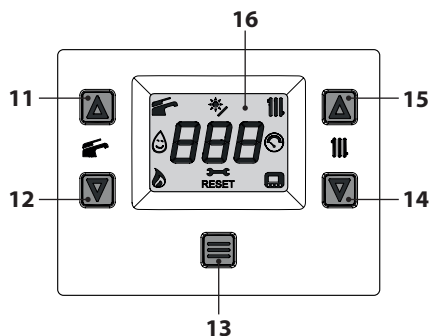
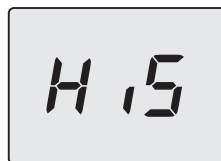
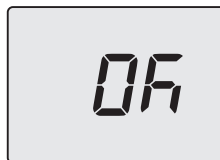

Figura 5.55
Figura 5.56
Figura 5.61
- Entrare in "modalità programmazione" premendo contemporaneamente per 5 secondi i tasti 12 e 14 (Figura 5.55) fino a far apparire sul display LCD le lettere **HiS** che indicano il menu "Storico delle caldaia" (Figura 5.56).
- Premere per 1 sec. il tasto 13 (Figura 5.55) per entrare nel parametro selezionato. Il display visualizzerà quanto segue (Figura 5.59).
- Premendo il tasto 13 (Figura 5.55) si ottiene la conferma del valore inserito. Il display visualizzerà per 5 sec. quanto segue (Figura 5.61) poi, si porterà al livello superiore.
- Premendo contemporaneamente i tasti 12 e 14 (Figura 5.55) si esce senza modificare il valore (ritorno al livello precedente).
- tenere premuti contemporaneamente i tasti 12 e 14 per 5 sec. (Figura 5.55) (ritorno al livello precedente).